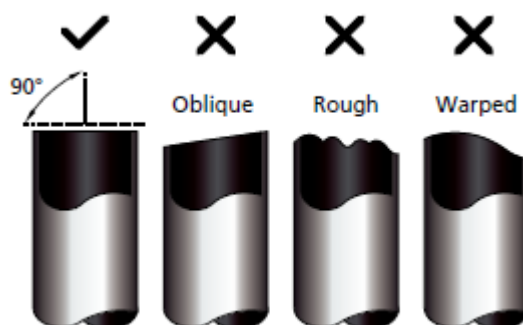

Fig. 5.1
3. Kontroller, at røret er skåret i en perfekt 90°-vinkel. Se **fig. 5.1** for eksempler på ikke korrekt beskæring af rør.